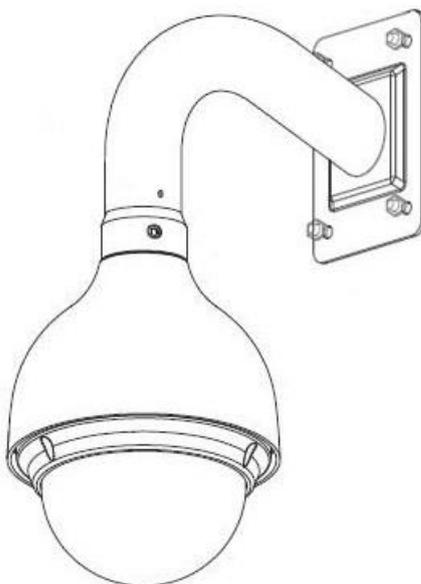

Рисунок 3
2.6 С помощью монтажного адаптера прикрепите видеокамеру к кронштейну (рис.3).